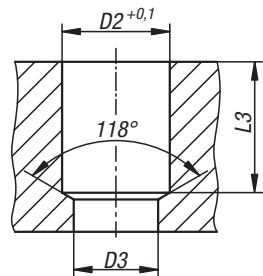

Abb.2
- Observe o furo escalonado D2/D3 de acordo com a folha de dados técnicos (Fig. 2)
- Tolerância de furo D2 = $+0,1$ mm (Fig. 2)